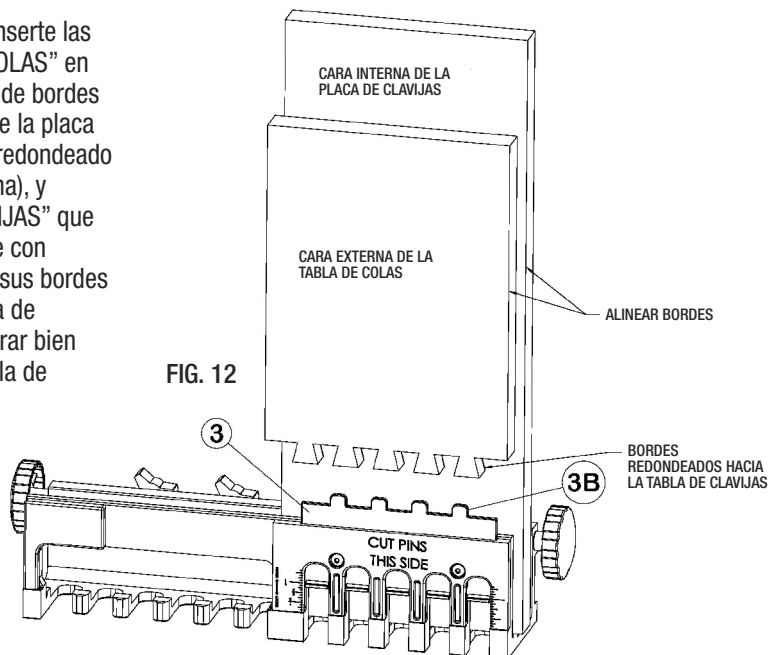

FIG. 12
9. Para alinear los bordes, inserte las clavijas de la tabla de “COLAS” en los dientes de alineación de bordes ③B de la parte superior de la placa de ajuste ③ con el lado redondeado hacia adentro (cara interna), y deslice la tabla de “CLAVIJAS” que había sujetado levemente con anterioridad para alinear sus bordes con los bordes de la tabla de “COLAS”. Vuelva a asegurar bien las tenazas y retire la tabla de “COLAS” (FIG. 12).